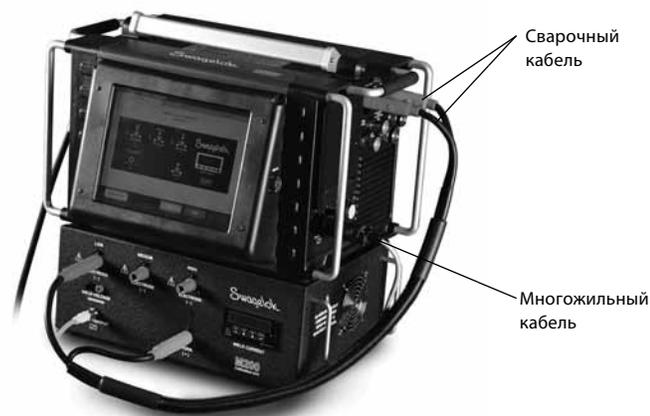

Рис. 1 — соединения перед началом работы
3. Подсоедините многожильный кабель (ввод-вывод) и сварочные кабели к источнику питания M200 и к калибровочному устройству, как показано на рис. 1.